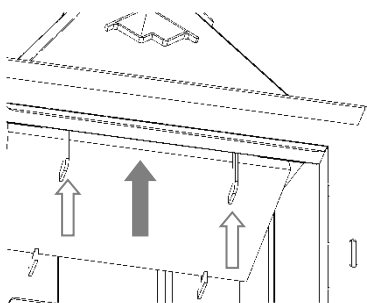

Рис. 1
- 6.4.1 Сдвиньте переднюю часть нижнего дефлектора настолько, насколько это позволит сделать верхний дефлектор. Поднимите переднюю часть дефлектора (Рис. 1)